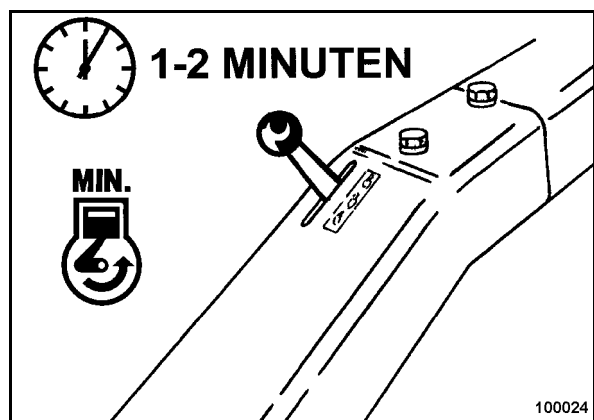

Fig. 19
- Poner la palanca reguladora de revoluciones a posición "MIN" (Fig. 19).